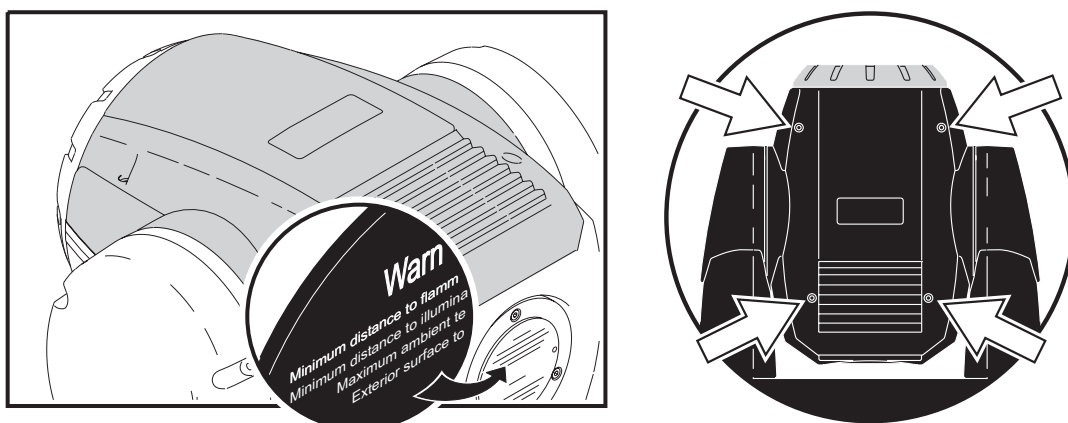

Ilustración 6: Identificar y quitar la cubierta superior
2. La cubierta superior e inferior parecen iguales, pero se pueden identificar comprobando que el texto del posterior de la cabeza está correctamente orientado tal y como muestra la Ilustración 6. Quitar la tapa superior con un destornillador plano y aflojar los 4 cierres de 1/4 de vuelta.